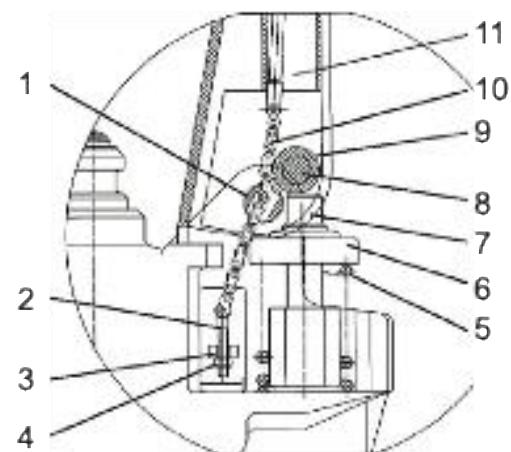

Fig. 7 Vue latérale
- b)** Amenez le levier de commande sur la position « LOWER » (abaisser) puis faites passer avec votre main l'écrou et la vis de réglage par le trou de l'essieu (Fig. 7).